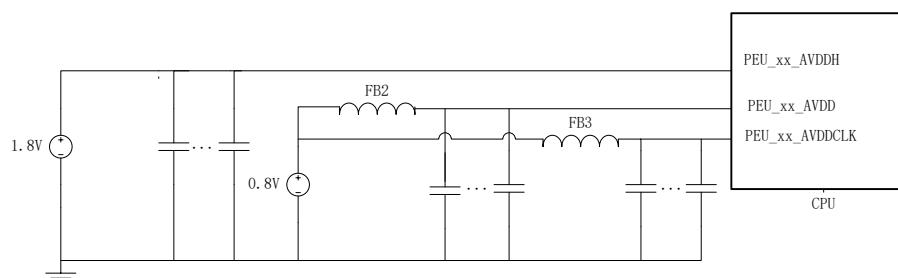

图 6.1 PCIe电源连接方法
- ◆ 建议 PCIE 电源连接方如下图 6.1, FB2、FB3 磁珠推荐参数: